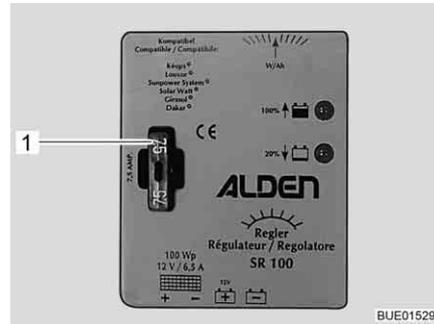

Bild 173 Sicherung Solar-Laderegler 100 W
- Flachsicherung 5 A/hellbraun (Bild 173,1) wechseln.